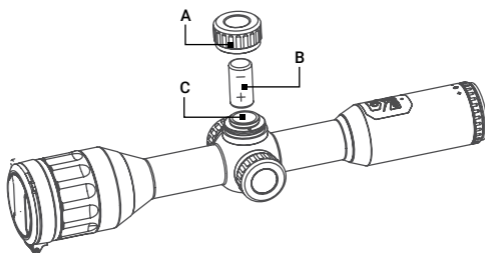

ABBILDUNG 2-2. EINLEGEN DER BATTERIE
1. Drehen Sie die Batteriefachabdeckung (Abbildung 2-2, A) gegen den Uhrzeigersinn, um sie zu lösen.
2. Legen Sie die Batterie CR123A (B) Batterie mit dem Pluspol nach innen in das Batteriefach (C) ein.